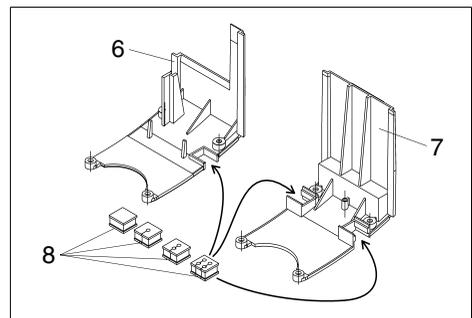

Abb. 8: Rückteil mit (6) und ohne (7) Aussparung
- Rückteil (7) ohne Aussparung für Wasserzähler zur Hand nehmen (siehe Abb. 8).
- Geeignete Kabeltüllen (8) aus dem Zubehörbeutel nehmen (siehe Abb. 8).